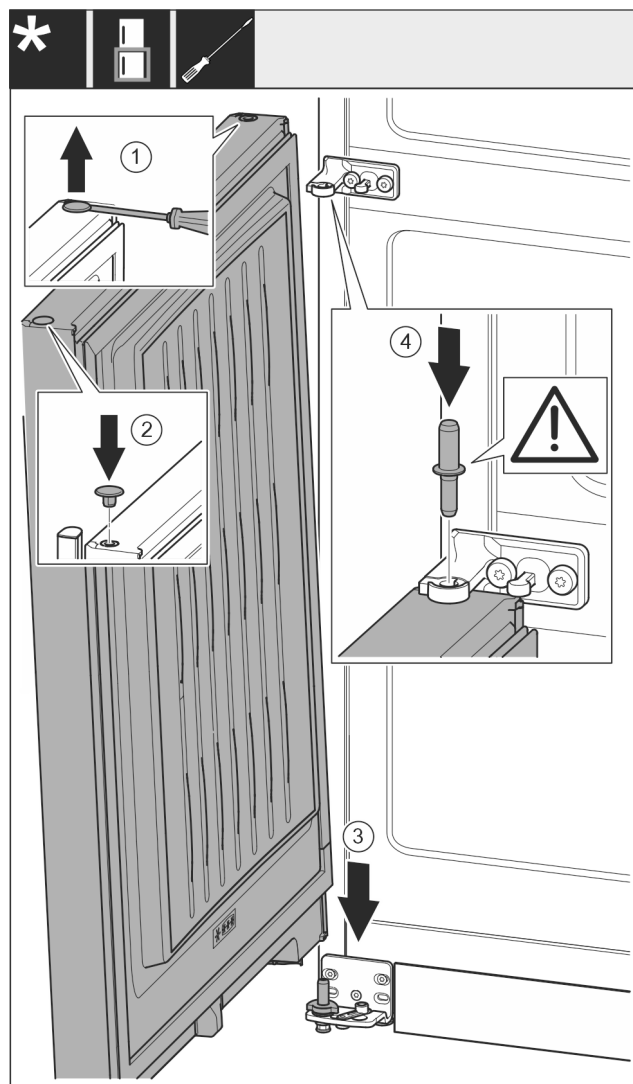

Fig. 21
- Odvijačem s ravnom glavom oprezno podignite čep Fig. 21 (1) i izvadite ga.
- Ponovno umetnite čep Fig. 21 (2) na drugu stranu vrata.
- Stavite vrata Fig. 21 (3) odozgo na donji svornjak ležaja.
- Umetnite srednji svornjak ležaja Fig. 21 (4) kroz srednji podložak ležaja u donja vrata. Pritom se pobrinite za to da je uskočna izbočina okrenuta prema natrag.